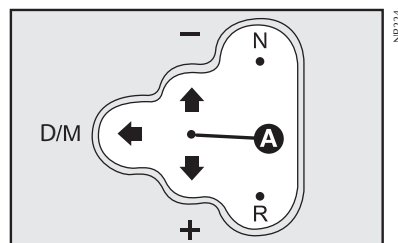

fig. 3
As três posições estáveis são as correspondentes ao ponto morto (N), marcha a ré (R) e à posição central situada entre as posições instáveis + e – **A-fig. 3**.
- Colocar a alavanca do câmbio em ponto morto (N).
- Levar a alavanca de câmbio para a posição central **A-fig. 3**, para inserir a primeira marcha, ou junto ao sinal R, para inserir a marcha a ré (se for o caso).